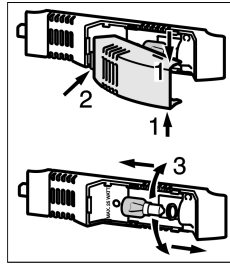

Fig. 3
- ▶ Het afdekkapje van de lamp boven en onder vastpakken *Fig. 3 (1)*.
- ▶ Het afdekkapje achter losklikken en verwijderen *Fig. 3 (2)*.
- ▶ Vervang de gloeilamp *Fig. 3 (3)*.